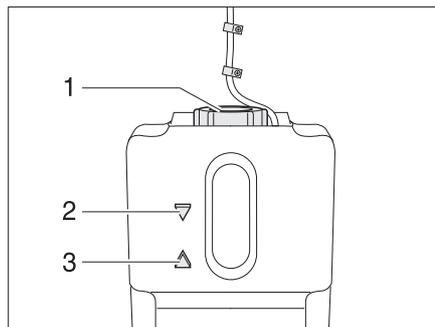

Bild 168 Ausgleichsbehälter Warmwasser-Heizung
- Prüfen, ob am Ausgleichsbehälter (Bild 168) die Flüssigkeit zwischen der Markierung "MIN" (Bild 168,3) und "MAX" (Bild 168,2) steht.
- Am Ausgleichsbehälter den Drehverschluss (Bild 168,1) aufdrehen.